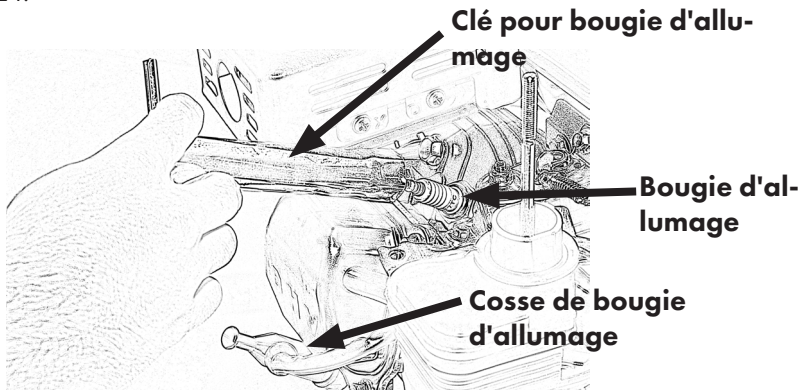

Figure 24
- Retirez la cosse de la bougie d'allumage et desserrez la bougie à l'aide de la clé à bougie, fig. 24.